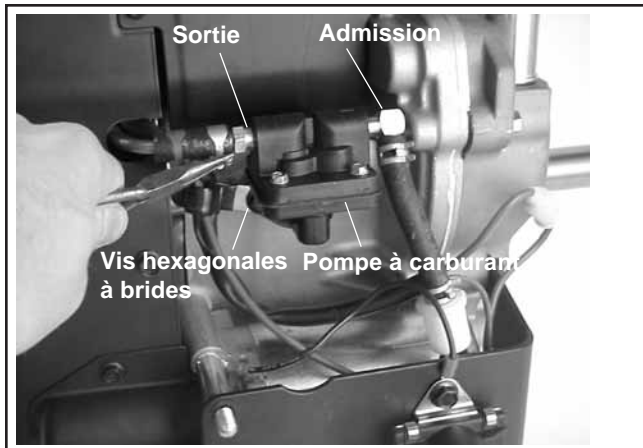

Figure 9-14. Dépose de la pompe de carburant.
1. Débrancher la canalisation de carburant des raccords d'admission et de sortie de la pompe à carburant. Voir la figure 9-14.